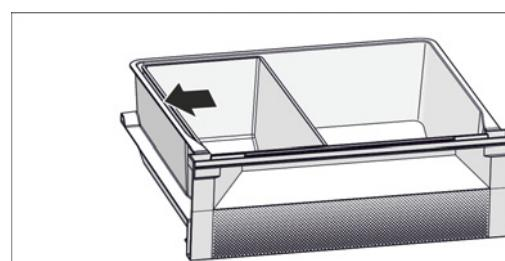

Fig. 6
- Разместите лоток Fish & Seafood. Изображенная позиция Fig. 6 Ø обеспечивает оптимальную функцию охлаждения.